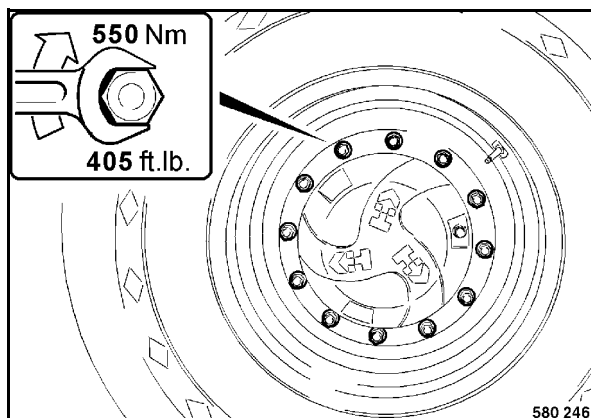

Fig. 200
- Apretar la tuercas de rueda (Fig. 200) en cruz